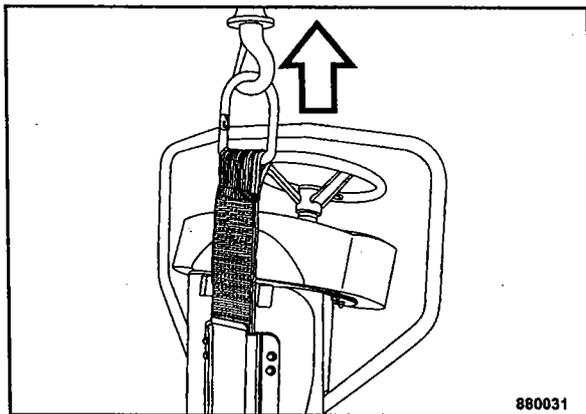

Fig. 82
- Para alzar la máquina hay que sacar la armella de elevación del soporte y enchanchar el equipo de elevación (Fig. 82).